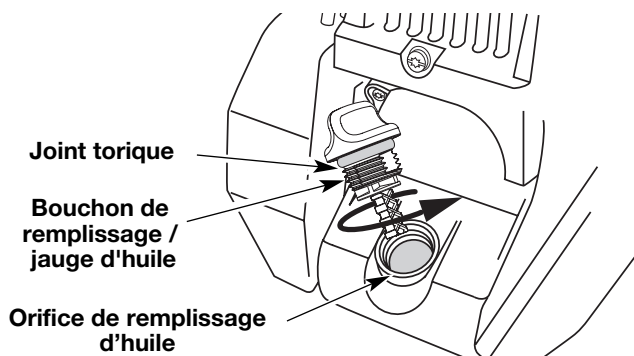

Fig. 53
6. Si le niveau est trop bas, ajoutez un peu d'huile par l'orifice et revérifiez (Fig. 53). Continuez jusqu'à ce que le niveau d'huile atteigne le haut de la jauge.
**REMARQUE :** Assurez-vous que le joint torique est mis sur le bouchon de remplissage / jauge d'huile au moment de la vérification et du changement d'huile (Fig. 53).
3. Versez l'huile de l'orifice de remplissage dans un récipient en inclinant l'appareil à la verticale (Fig. 53). Allouez assez de temps pour une vidange complète.